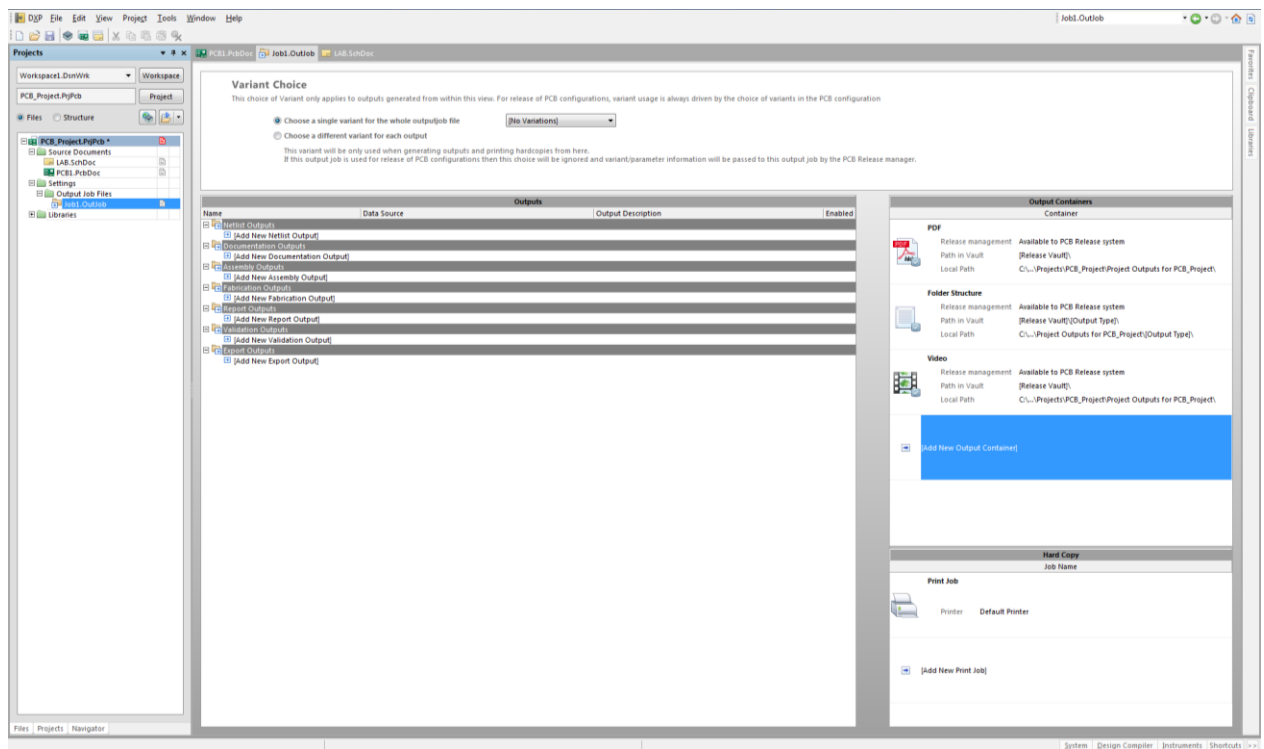

Рис. 7.1
1) Після того як кресленик створений і оформлений, необхідно його вивести з програми у форматі документу або для друку. Для цього існує окремий файл проекту **Output Job File**. Щоб його створити необхідно виконати команду **File - New - Output Job File**. Створений файл має знаходитись у складі проекту. У вікні створеного файлу є три розділи (Рис. 7.1): **Outputs**, **Output Containers** та **Hard Copy**.